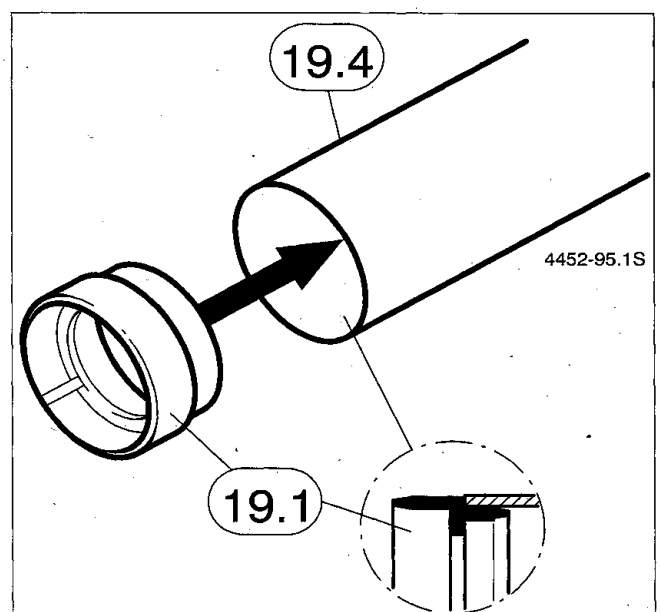

Bild 5
- Stecken Sie die Dichtung (19.1) auf das Abgasrohr (19.4) Bild 5.